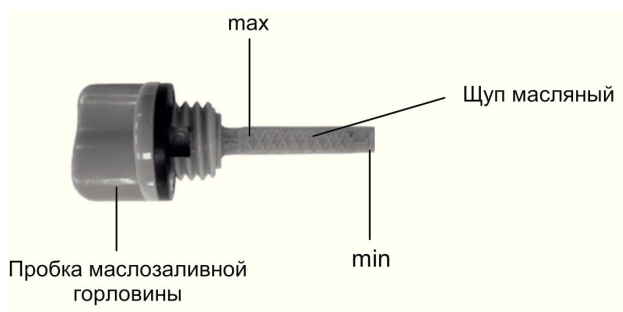

Рис. 5
3. Извлеките щуп и проверьте уровень масла. Он должен находиться между верхней и нижней отметкой контрольного щупа (рис. 5). В случае необходимости долейте свежее моторное масло